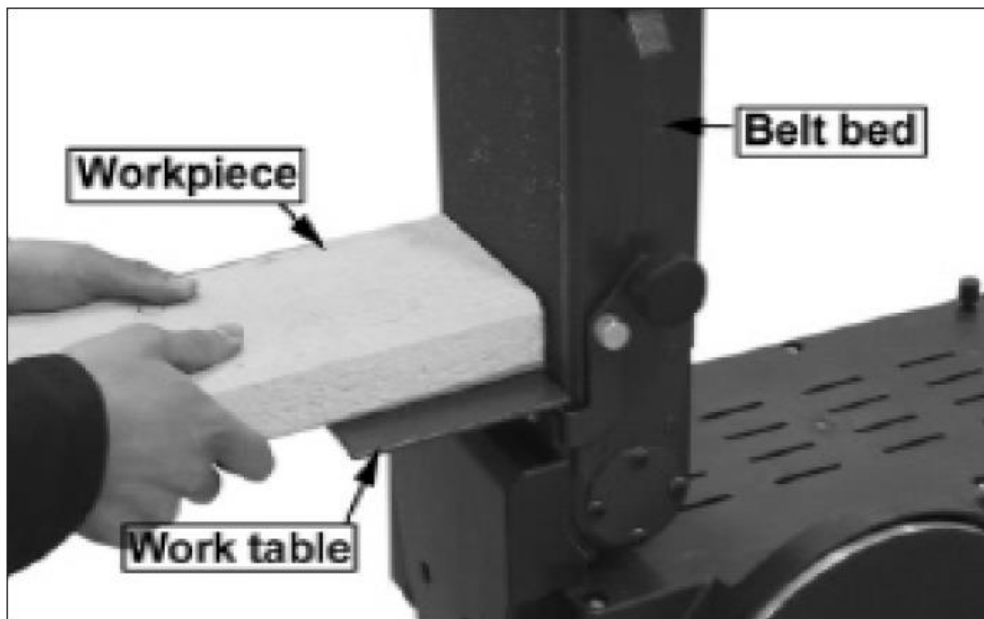

Рис. 16
3. Равномерно распределите заготовку по шлифовальной ленте. (См. рис. 16)